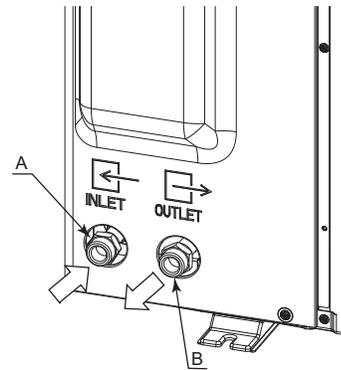

Abb. 6-1
### 6.1. Wasserrohrverbindungen (Abb. 6-1)
- Einlaß- und Auslaßleitungspositionen werden in Abb. 6-1 gezeigt.
[Abb. 6-1]